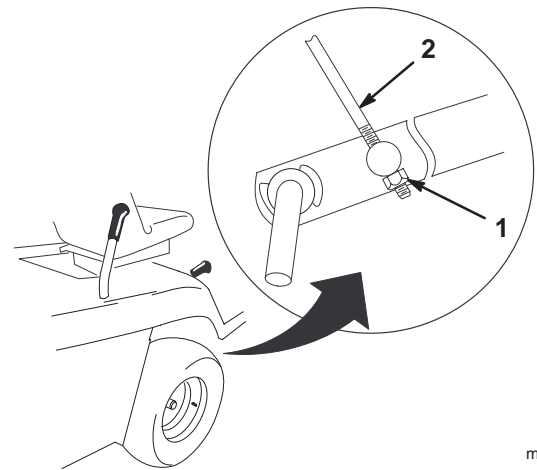

Figure 41
9. Régalez le contre-écrou M8 à l'extrémité de l'ensemble tige de réglage de hauteur jusqu'à ce que la tige soit légèrement tendue (Fig. 41).